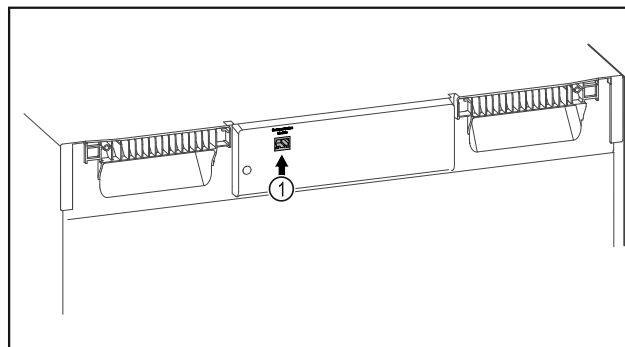

Fig. 131
- Vstavljen je SmartModule Fig. 131 (1).